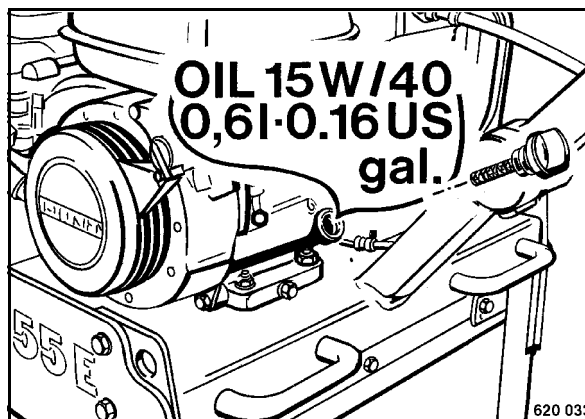

рис. 36
- Установить двигатель горизонтально и залить масло (рис. 36) через отверстие.